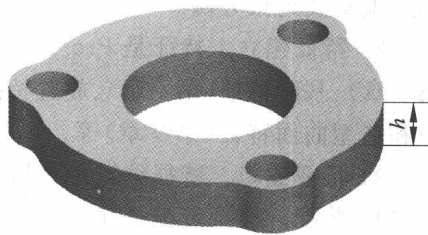

图 1.1 参数化建模示意图
(1) 首次采用了基于特征的参数化建模技术。Pro/Engineer 中的模型以“特征”为基本组成单位,每个特征的基本结构一定,有许多参数控制着特征的具体形状和大小,模型的建立实际上就是指定一个个特征参数的过程,因而这个过程也称为“参数化”建模过程。如图 1.1 所示的法兰盘中,参数 h 是其高度的控制参数,确定 h 值的过程便是参数化建模过程的一部分。